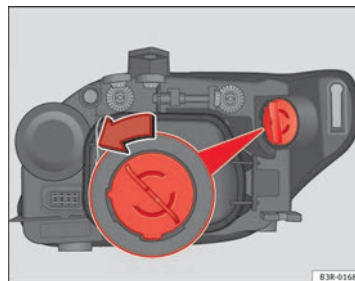

Fig. 190 Lámpara luz intermitente
- Gire el portalámparas en el sentido contrario a las agujas del reloj asíéndolo por el empuñadura → fig. 190 y extraiga el portalámparas y la lámpara.